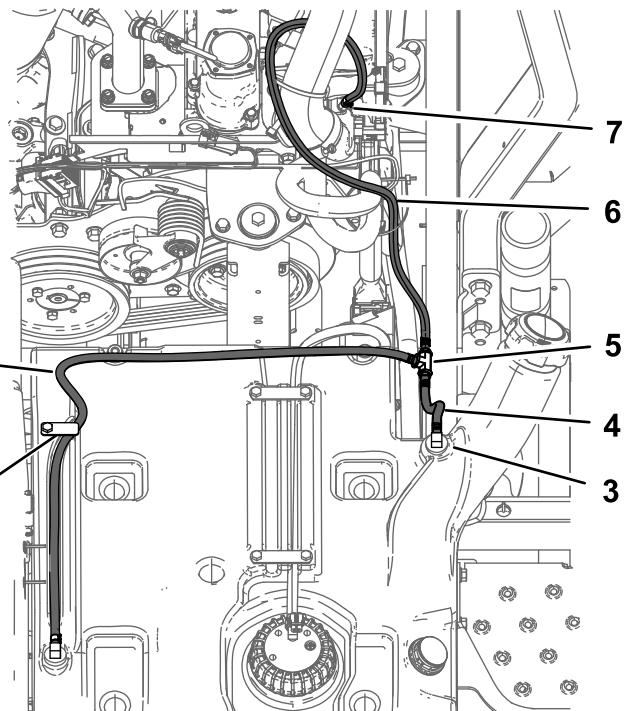

Figura 4
1. Perno - $\frac{3}{8}$ " x 3" (2) 3. Asiento
2. Arandela (2)
4. Retire la pletina de sujeción y guarde el perno (Figura 4).
5. Desconecte la manguera de combustible izquierda del acoplamiento situado cerca del cuello de llenado y el acoplamiento en T (Figura 4).
6. Desconecte la manguera de combustible trasera del orificio del colector del motor y del acoplamiento en T (Figura 4).
7. Desconecte la manguera de combustible derecha del acoplamiento delantero en el lado derecho del depósito de combustible y del acoplamiento en T (Figura 4).